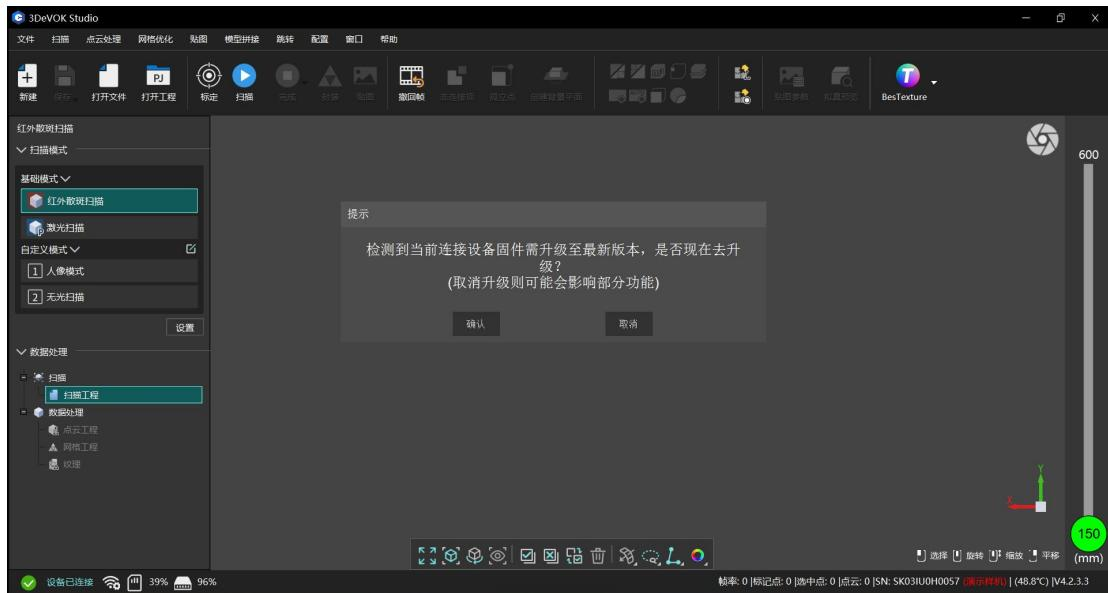

图 5-5 固件版本检测及升级提示
本，并弹出对应提示，如图 5-5 所示。
2. 点击“确认”，进行固件升级。软件自动弹出“设备升级”窗口，点击“下载安装最新版本”，联网状态下，软件即可自动下载并安装最新版本固件，如图 5-5 所示。